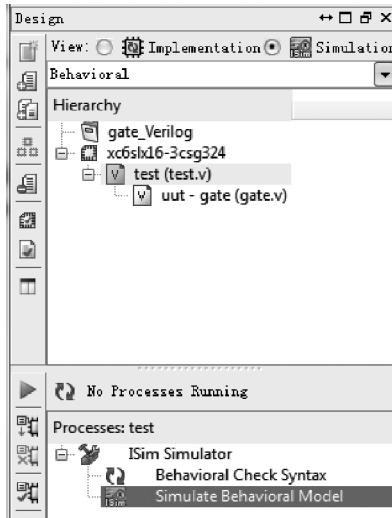
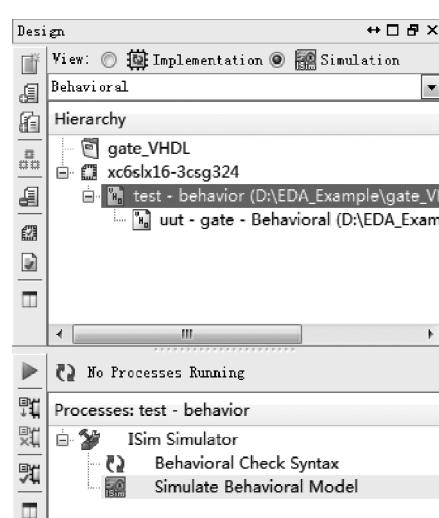
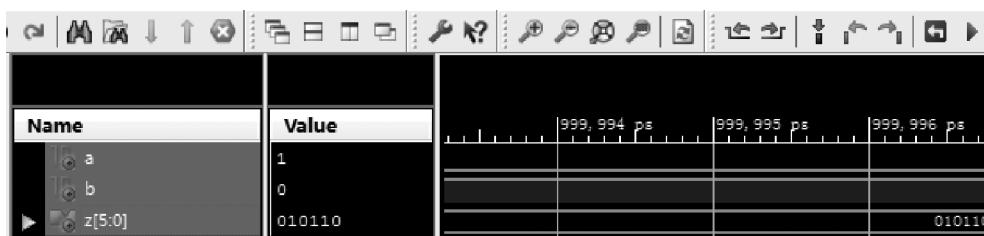

图 3.40 运行仿真 test.v
图 3.41 运行仿真 test.vhd
图 3.42 仿真波形界面 1
- (1) 启动 ISim 仿真程序。①对于 Verilog 设计者,如图 3.40 所示,选择 test.v 文件;
- ②对于 VHDL 设计者,如图 3.41 所示,选择 test.vhd 文件。
(2) 在图 3.40 或者图 3.41 内下方的处理子窗口中,选择并展开 Isim Simulator。
(3) 在展开项中,双击 Simulate Behavioral Model(仿真行为模型)。
(4) 出现如图 3.42 所示的界面。